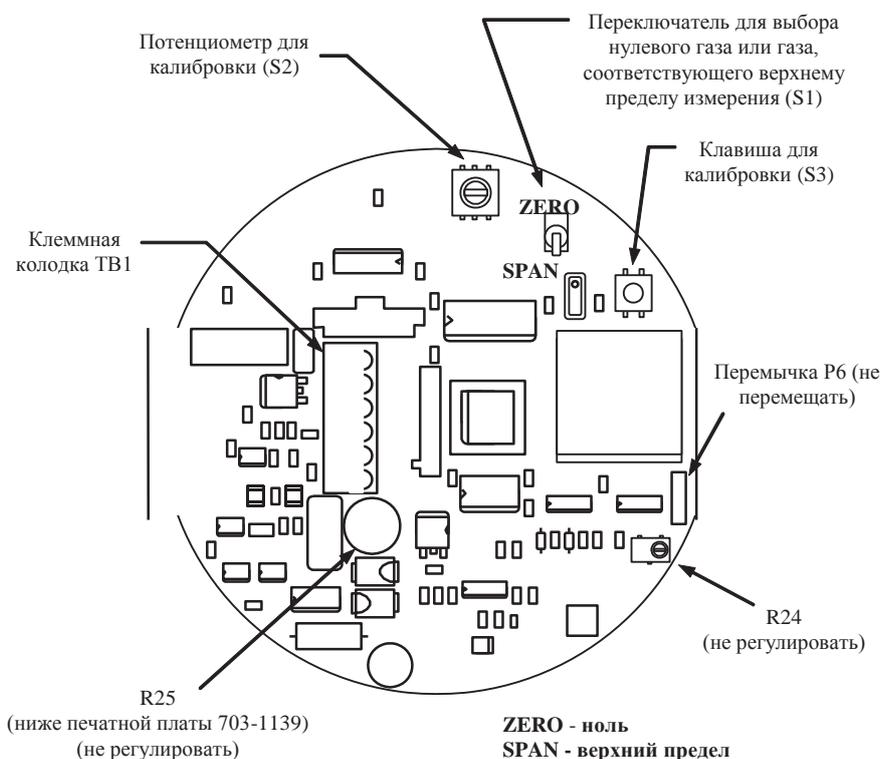

Рис. 3-2: Расположение калибровочных переключателей на печатной плате 703-1139
3. Печатная плата ХМО2 #703-1139 расположена непосредственно под крышкой корпуса преобразователя. Определите положение клавиши для калибровки S3, используя рис. 3-2. Также определите положение переключателя S1, который используется для выбора нулевого газа или газа, соответствующего верхнему пределу измерения, и потенциометра для калибровки S2. S1 и S2 не используются в процессе калибровки с помощью клавиши.
4. Определите положение клеммной колодки TB1, используя рис. 3-2. Подключите мультиметр к токовому выходу ХМО2, используя клеммную колодку TB1 - (+) к контакту 3 TB1, а (-) к контакту 4 TB1 (см. табл. 2-1 на стр. 2-7).
3. Печатная плата ХМО2 #703-1139 расположена непосредственно под крышечкой корпуса преобразователя. С помощью рис. 3-2 определите положение переключателя S1, который используется для выбора нулевого газа или газа, соответствующего верхнему пределу измерения, и потенциометра для калибровки S2. S1 и S2 используются в процессе калибровки с помощью потенциометра. Клавиша для калибровки S3 не применяется при выполнении этой процедуры.